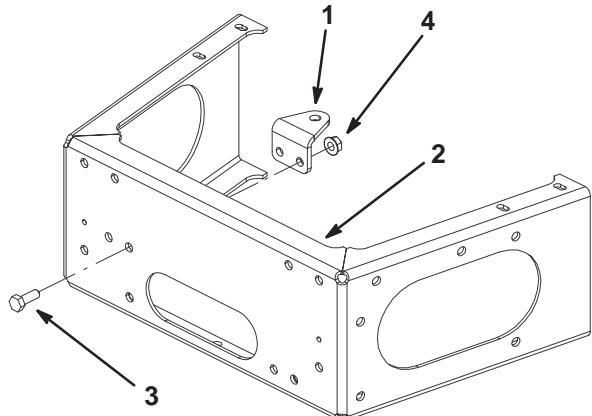

Figure 8
- Montez le support de ressort sur le pare-chocs arrière à l'aide de 2 boulons (5/16 x 7/8 pouce) et 2 écrous à collerette (5/16 pouce) (Fig. 8).